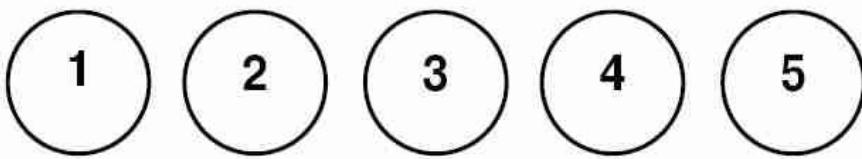

Рисунок 3 – Схема разметки участка дороги
- Выберите на дороге сухую и чистую полосу длиной приблизительно 3 м и шириной 1,5 м, разделите на 5 участков и сделайте разметку мелом (рис.3).
Методика построения градуировочной зависимости приведена в «Приложении А» следует проводить в режиме **«Установка нуля»** на участках дороги по схеме рис. 3, с последующим взятием и лабораторным испытанием вырубок (кернов).
В режиме **Установка нуля** установить прибор на дороге в центр размеченного участка 1. Через 10-15 секунд, когда показания ΔU на дисплее стабилизируются, записать измеренное значение. Повторить измерения по схеме рис. 3 и рассчитать среднее арифметическое значение показаний U_{1cp} из пяти измерений.